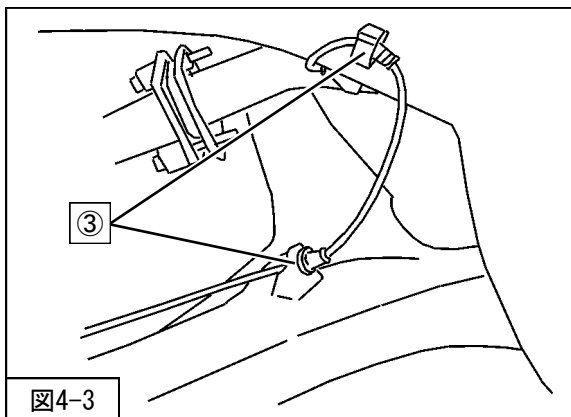

図4-3
5. ③ホイールセンサーのワイヤガイドラバーとクリップを取付けてください。(図4-3)